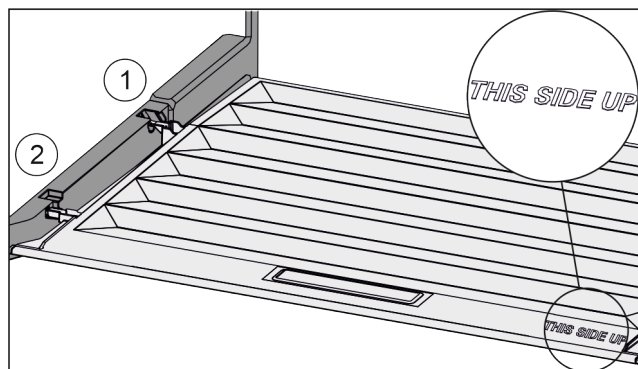

Fig. 102
- ▶ Výstupky víka zaveďte do zadních držáků Fig. 102 (1) a vpředu zaklesněte do držáku Fig. 102 (2).